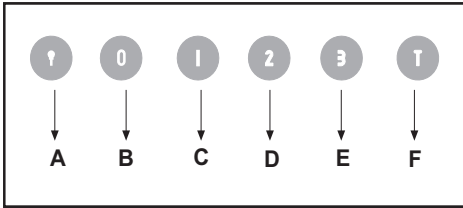

Fig.8
•**COMANDI:**(Fig.8) **LUMINOSI** la simbologia è di seguito riportata: